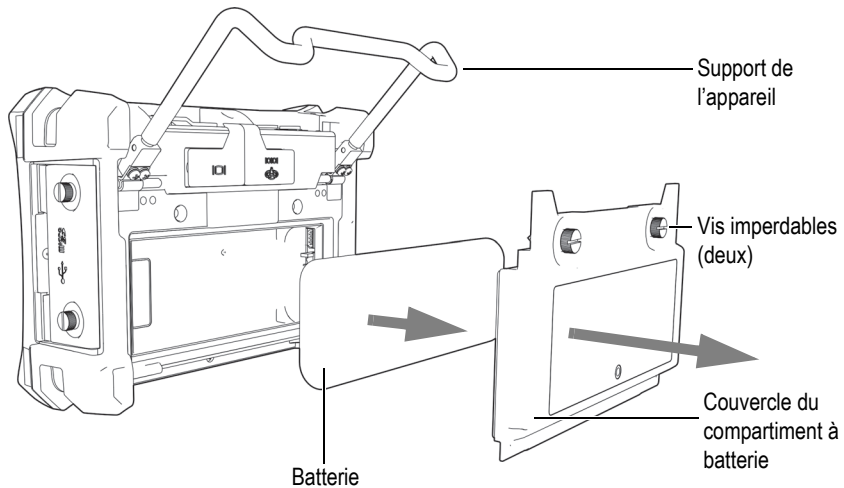

Figure 2-10 Retrait de la batterie Li-ion
1. Relevez complètement le support de l'appareil (voir la Figure 2-10 à la page 44)